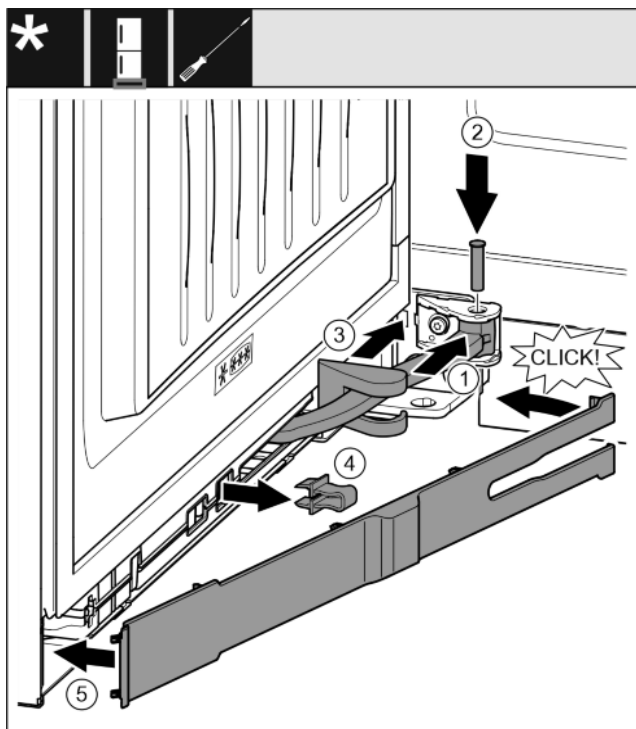

Fig. 37
- ▶ Ruotare il giunto articolato nella sospensione. Fig. 37 (1)
- ▶ Inserire il perno con un cacciavite T15 nella sospensione e nel giunto articolato. Fare attenzione che la camma di arresto sia correttamente in sede nella scanalatura. Fig. 37 (2)
- ▶ Spingere la copertura del blocco di supporto lungo il giunto articolato e montarla sopra la sospensione. Fig. 37 (3)
- ▶ Rimuovere la protezione. Fig. 37 (4)
- ▶ Applicare il pannello sul lato maniglia e ruotarlo verso l'interno. Fig. 37 (5)